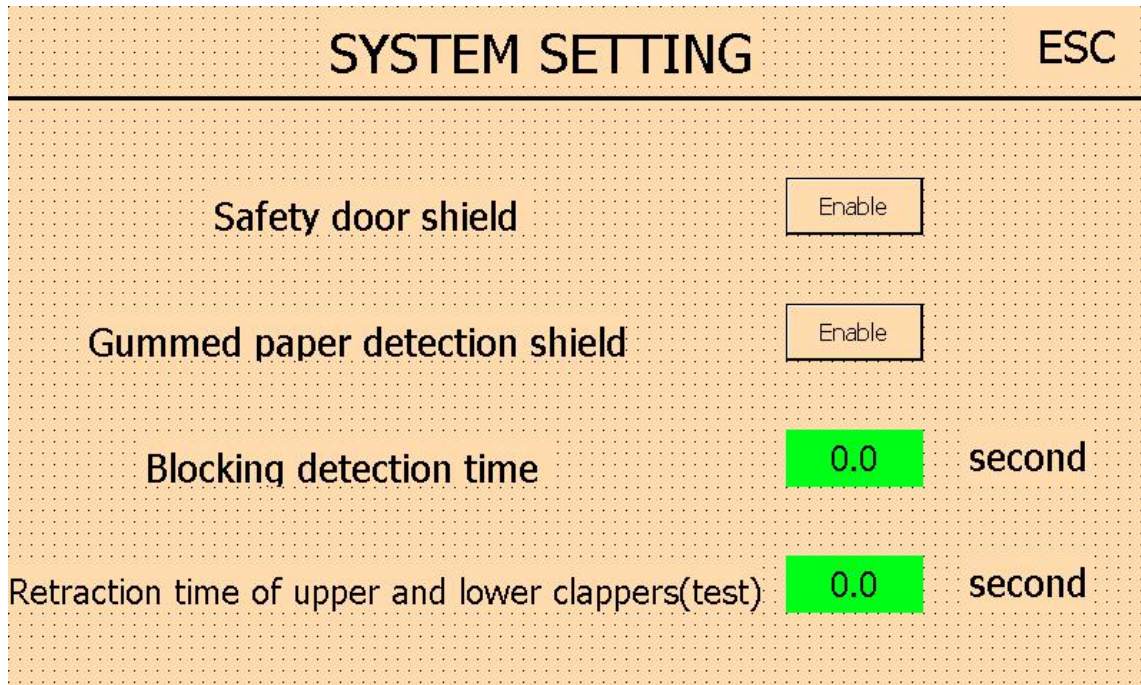

Рис. 10
2) Системные настройки (рис. 10)